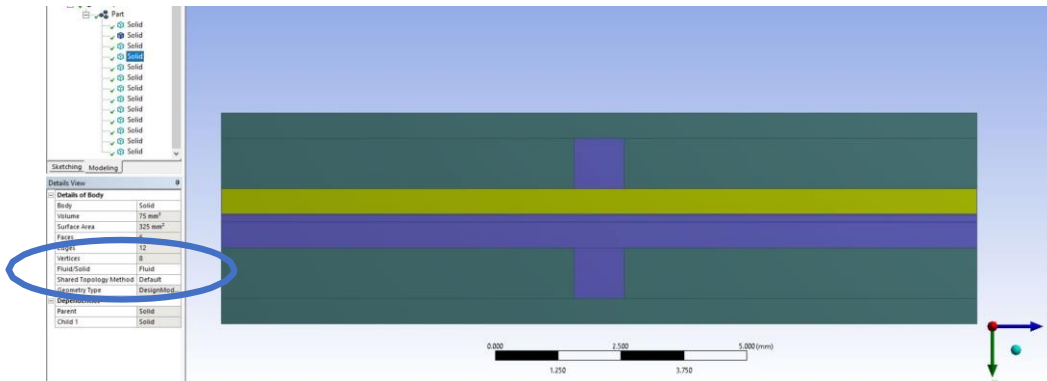

Fig. 2 Modificación de tipo de cuerpo.
2. Modificar su asignación como se muestra en la Fig. 2